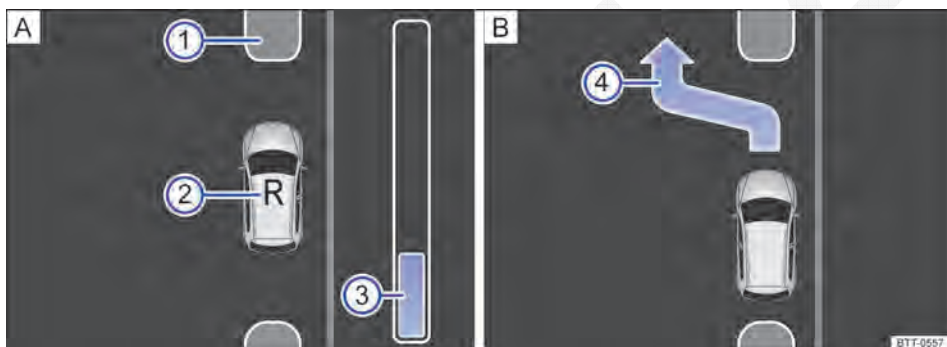

Fig. 168 No display do instrumento combinado: sair da vaga de estacionamento ao longo da pista. **A** Manobrar, **B** sair da vaga de estacionamento.
Legenda para Fig. 168:
6.	Conduzir em marcha a ré até o sinal de alerta contínuo do Park Pilot. OU: até que apareça a solicitação para conduzir para frente no display do instrumento combinado. A barra de progresso ⇒ Fig. 168 serve como exibição para a distancia a ser percorrida ⇒ Página 244.